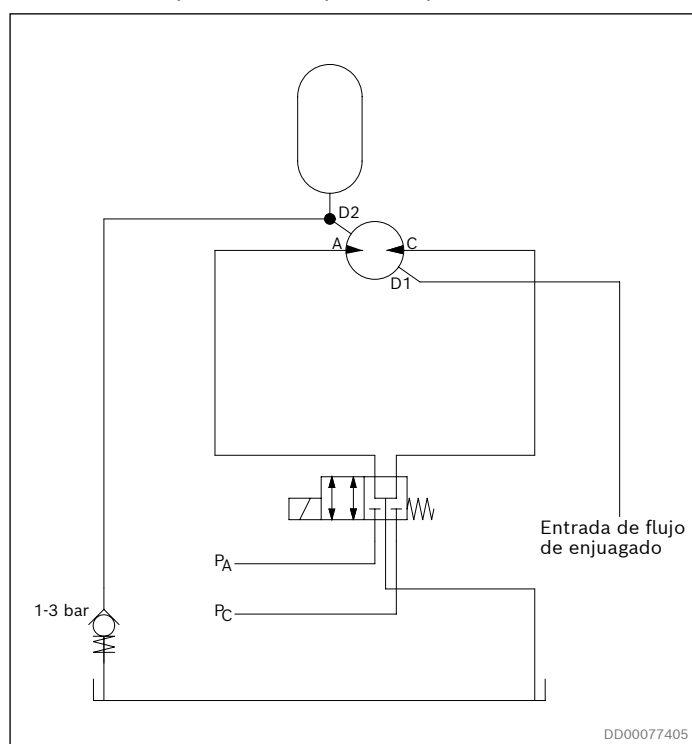
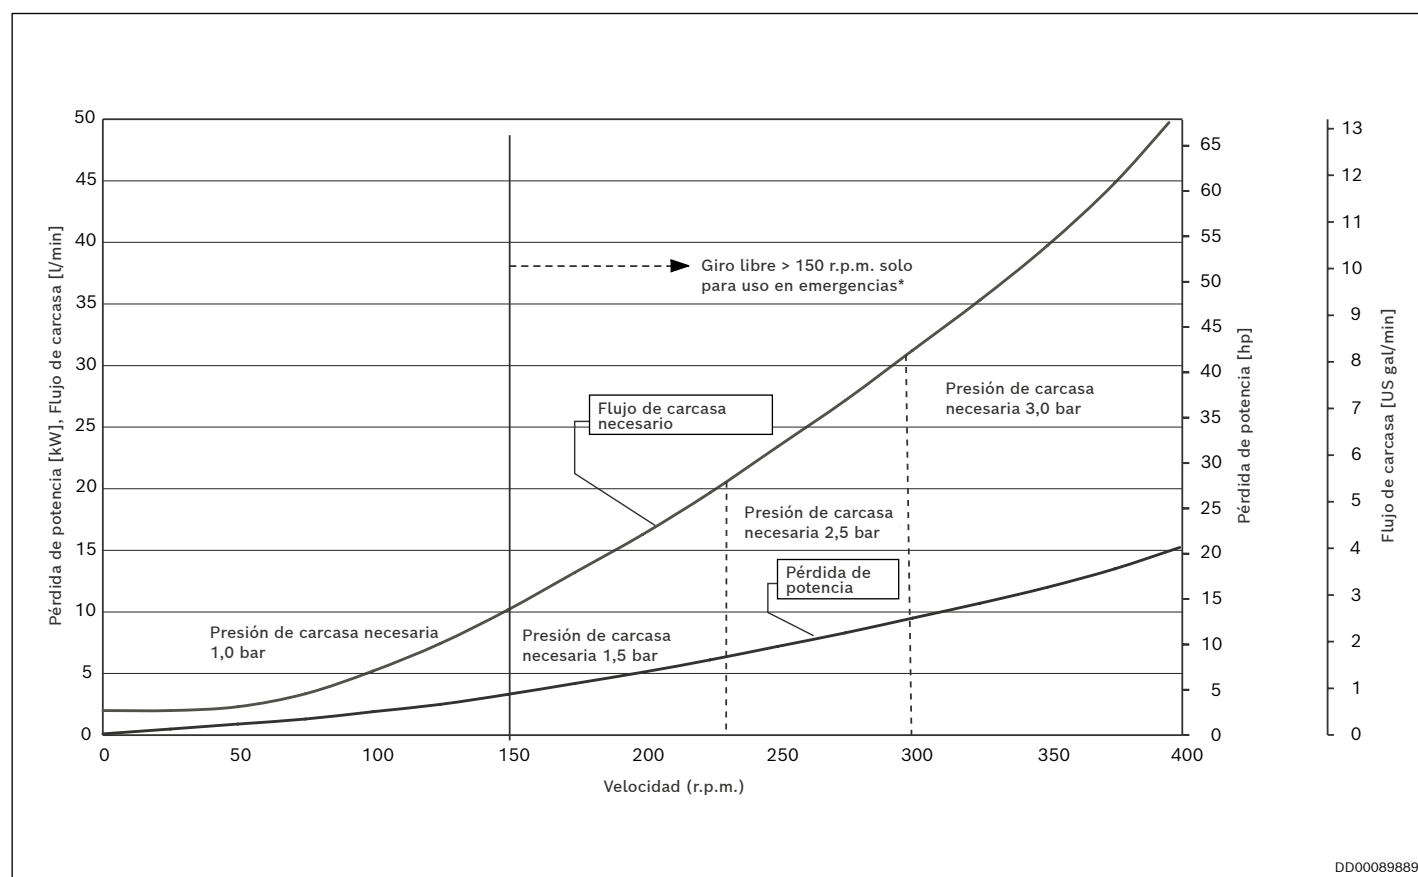

Fig. 55: Esquema de funcionamiento del giro libre.
Fig. 56: Giro libre con pérdida de potencia, viscosidad de aceite 40 cSt (187 SSU)
La función básica de giro libre es que los puertos de drenaje D1 - D4 estén ligeramente presurizados (ver Fig. 56) mientras que los puertos principales A y C son drenados sin restricciones directamente al depósito de fluido. Ver Fig. 55. La presión de la carcasa introducida en la conexión normal de drenaje actuará sobre la superficie exterior de cada conjunto de pistones presionándolos hacia el centro del motor.
3. Introducir una presión adecuada en los puertos de drenaje del motor. Ver Fig. 56 (presión de carcasa necesaria).
- El motor debe estar presurizado en todo momento cuando está en modo de giro libre, ver *Fig. 56*.
- El motor debe enjuagarse en todo momento cuando está en modo de giro libre, ver *Fig. 56*.
Se puede añadir un acumulador al circuito para acortar el tiempo que tardan todos los pistones en retroceder por completo, ver *Fig. 56*.
Se puede añadir un acumulador al circuito para reducir los picos de presión en la carcasa del motor, ver *Fig. 55*.
Incluso si la operación de giro libre tiene lugar con la menor fricción posible en los cojinetes principales y sin pérdidas de flujo en los puertos principales del motor, debe haber una pérdida de potencia en la carcasa del motor debido a la fricción viscosa entre las piezas móviles y las piezas fijas. Esta pérdida de potencia se expresa en el diagrama, Fig. 56.
El enjuagado de la carcasa es necesario para evitar el sobrecalentamiento, ver diagrama Fig. 56
Para lograr un giro libre correcto, debe mantenerse una presión de carcasa conforme a Fig. 56. Por otra parte, debe evitarse una presión de carcasa superior a 2 bar (29 psi) con el fin de lograr un buen ciclo vital del sello principal del eje radial.